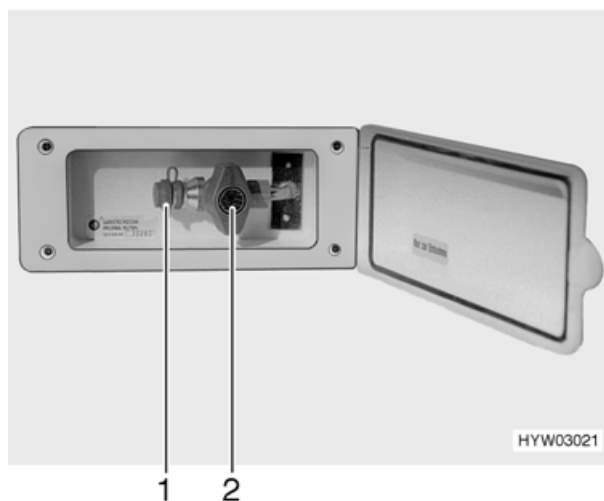

Fig. 45 Presa gas esterna, rubinetto chiuso
- ▶ Quando l'attacco esterno per il gas non viene utilizzato, chiudere sempre il rubinetto (Fig. 45,2).
- ▶ Accertarsi che dopo aver collegato l'impianto a gas e aver aperto il rubinetto non fuoriesca del gas dalla presa esterna (Fig. 45,1). Se l'attacco gas esterno perde, il gas si disperde nell'atmosfera. Chiudere immediatamente il rubinetto e la valvola principale della bombola del gas. Fare controllare la presa esterna del gas da un'officina autorizzata.
La presa gas esterna (Fig. 45) si trova sul lato posteriore destro sulla parete laterale.